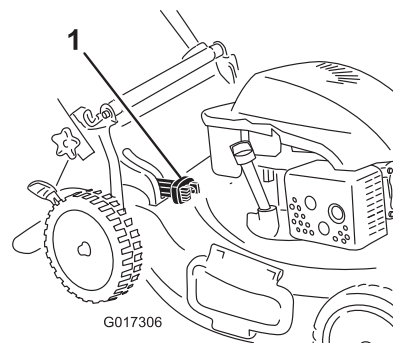

Figure 27
- Pour ramasser les déchets d'herbe et de feuilles, appuyez sur le bouton du levier de ramassage sur demande et déplacez le levier complètement en avant jusqu'à ce que le bouton ressorte (Figure 27).